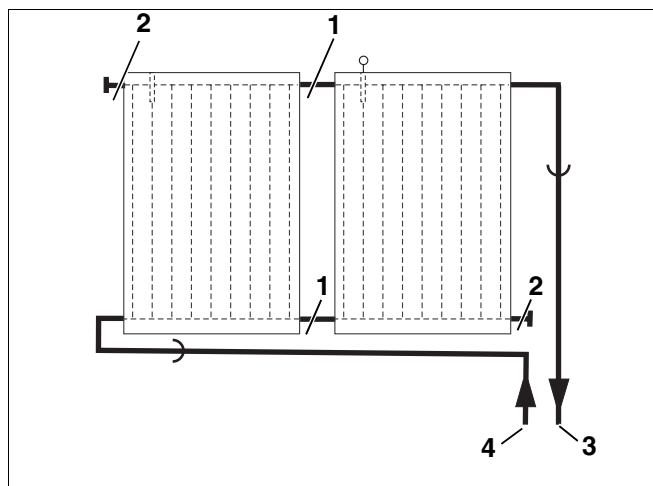
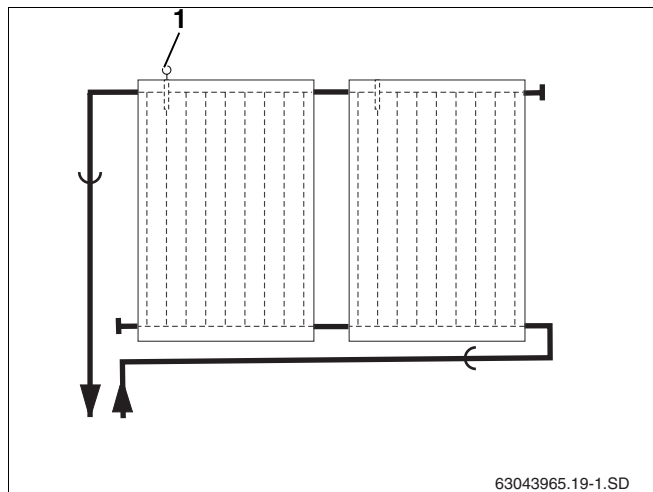

Fig. 37 Raccordement hydraulique – conduite de départ droite
Fig. 38 Raccordement hydraulique – conduite de départ gauche
Le champ de capteurs doit être raccordé selon le principe de "Tichelmann" ce qui garantit le même débit pour chaque capteur (fig. 37).
La conduite de départ peut se situer à droite (fig. 37) ou à gauche en haut (fig. 38). Dans cette notice, les exemples sont basés sur une conduite de départ placée à droite.
Les capteurs doivent être montés de manière à ce que la gaine de réception de la sonde du capteur (fig. 38, pos. 1) soit orientée vers le haut.